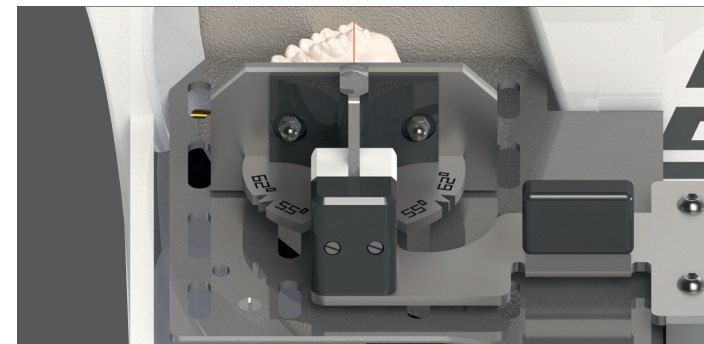

Abb. 13
- Die Abschrägung der Tuberebene erfolgt bei 90°-Anschlag parallel zum Seitenzahnbereich (Abb. 13). Damit ist das OK-Modell fertig beschliffen.